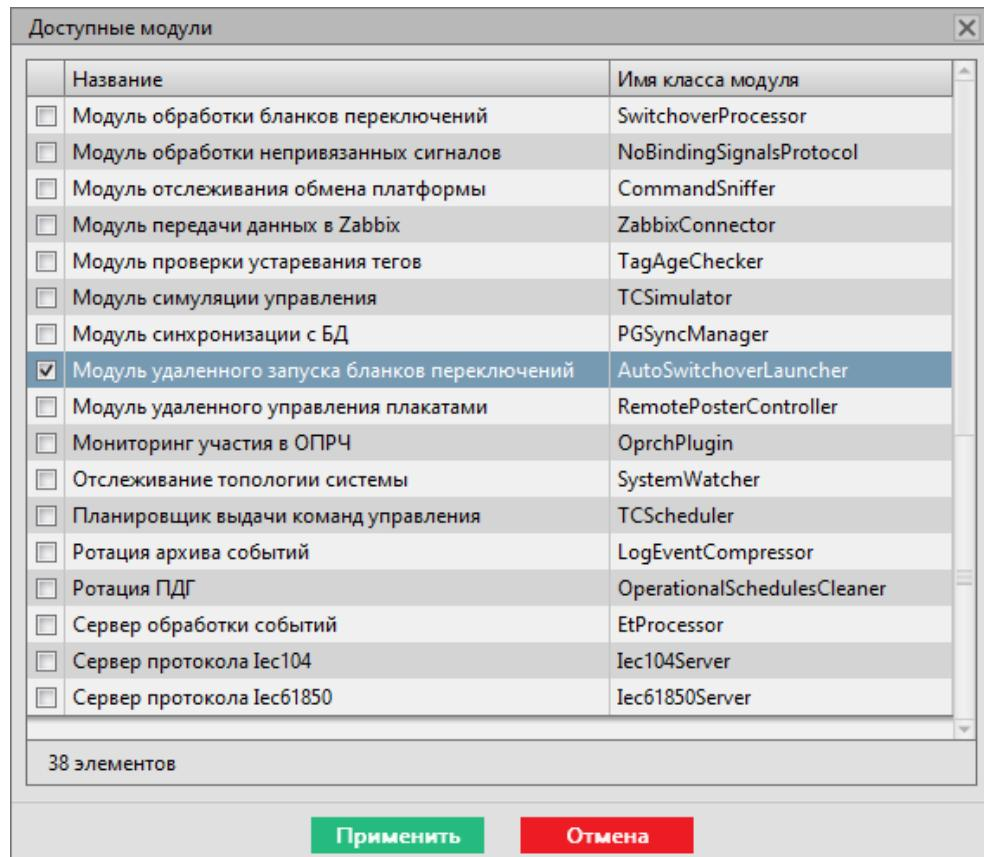

Рисунок 350 - Добавление модуля удаленного запуска бланков переключений
3. Перейдите на вкладку **Настройки узла** и добавьте **Модуль удаленного запуска бланков переключений** в сервисный узел(ы) (*Redkit\_System\_Service* или *Redkit\_Master* и *Redkit\_Slave*, в зависимости от типа конфигурации) (Рисунок 350).